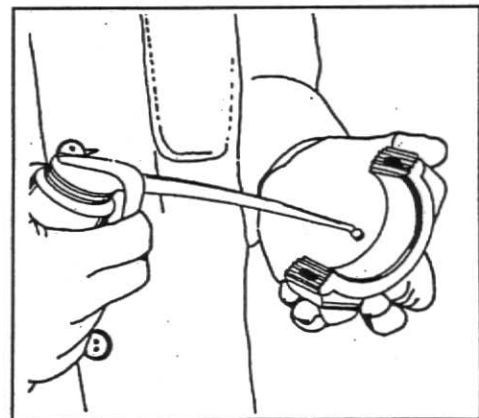

Fig. 18
7. Monte o casquilho novo na capa da biela, posicionando as travas corretamente. Lubrifique o casquilho e o moente da árvore de manivelas, fig.18.